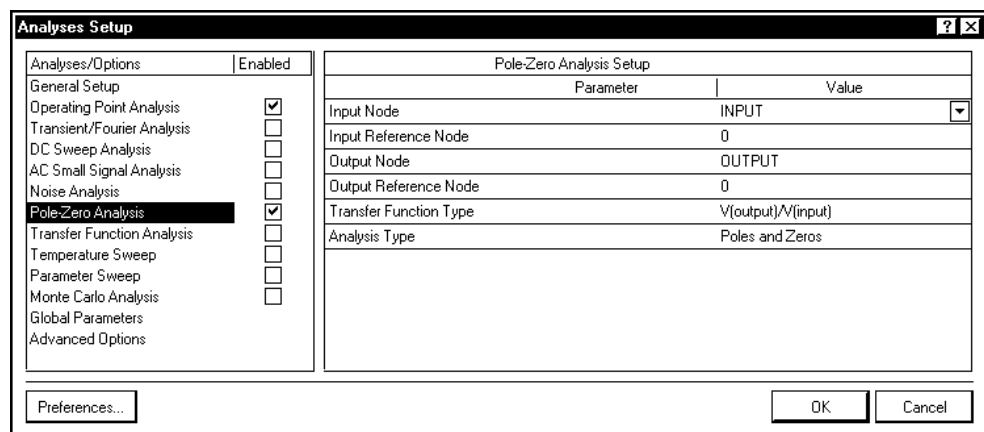

Рис. 9.31. Окно настройки режимов моделирования: анализ нулей и полюсов передаточной функции
1. Щелчком на кнопке **Setup Mixed-Signal Simulation** в меню **Mixed Sim** открыть диалог настройки и активизировать настройки анализа нулей и полюсов **Pole-Zero Analysis** (рис. 9.31).